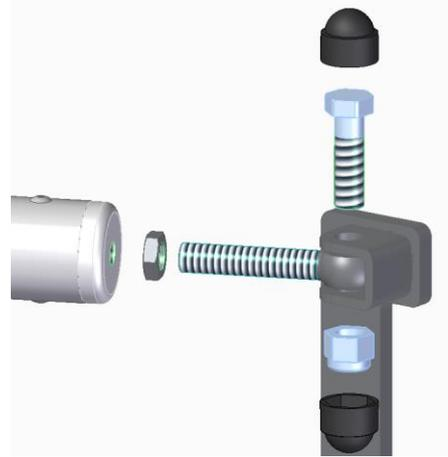

Abbildung 3
Dann kann der Fahrradträger mit Hilfe der montierten Augenschrauben, Sechskantschrauben M12x40 (16) und Sechskantmuttern M12 (20) an die, ans Fahrzeug montierte, Halterungen befestigt werden (Abb. 3). Nachdem der Fahrradträger auf der Beifahrerseite mit dem Fahrzeug fest verschraubt wurde, kann er an die Fahrzeugrückwand geklappt werden. Jetzt müssen auch auf der Fahrerseite die Augenschrauben mit flacher Sechskantmutter M12 auf den Fahrradträger geschraubt und der gewünschte Abstand zu den Halterungen eingestellt werden. Achten Sie auf die mittige/symmetrische Ausrichtung des Trägers zum Fahrzeug!